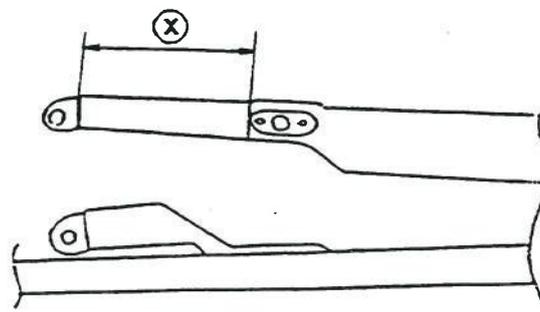

Abb. 2
3. Beide Seiten der Positionierplatte entfetten [Abb. 2/Pos. X].